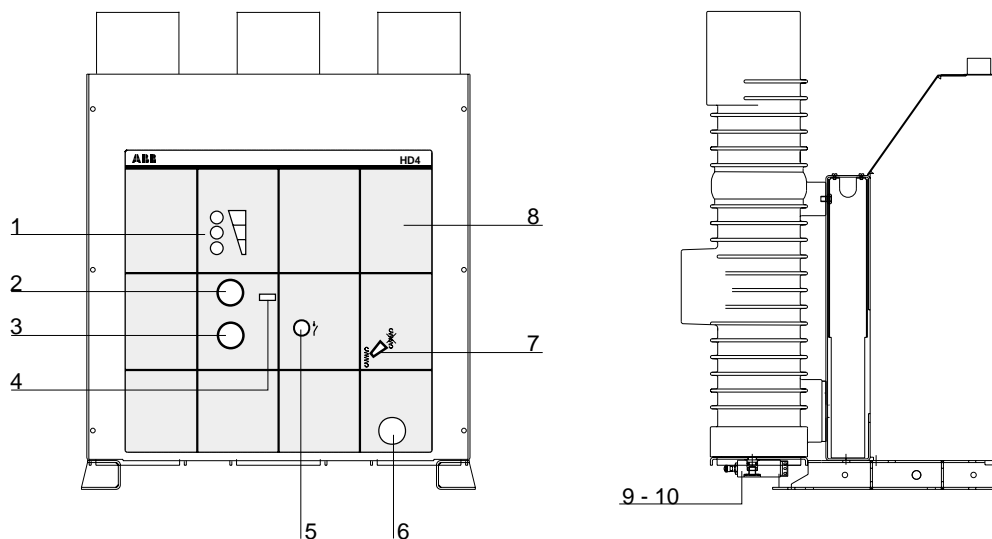

Рис. 4 Стационарный выключатель без выводов
Стационарные выключатели (Рис. 4) соответствуют базовой версии и укомплектованы передней защитной панелью и рамой.
Более подробно - см. условные обозначения к Рис. 4
6.2. Включение и отключение выключателя (см. Рис. 4)